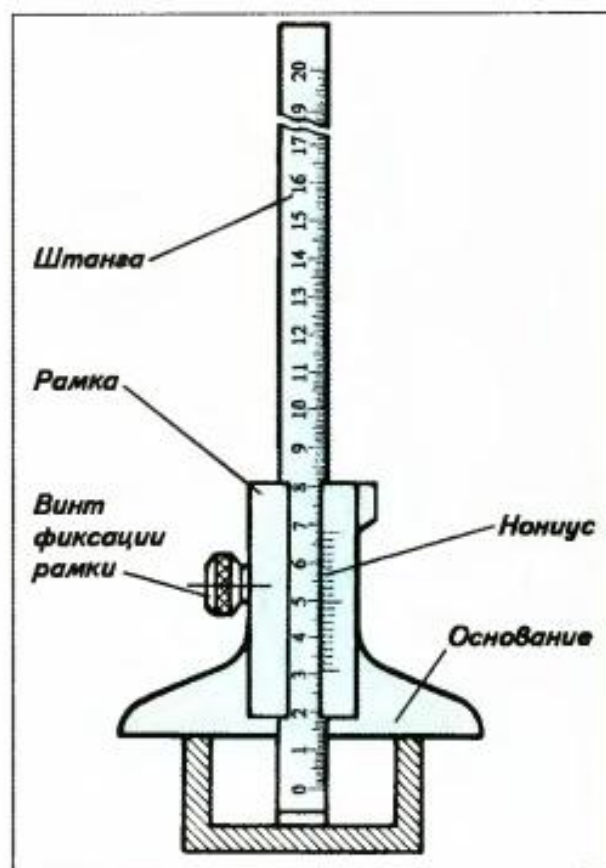

Рис. 34. Штангенглубиномер
**Штангенглубиномером** измеряют глубину пазов, глухих отверстий и т. д. Он состоит из основания, устанавливаемого на деталь, и перемещающейся штанги, на которую нанесена основная шкала. Рамка с нониусом жестко закреплена на основании. Прибор оснащен узлом микрометрической подачи штанги. Пределы измерений – 0–160; 0–400 мм. Величина отсчета – 0,05 мм (рис. 34).